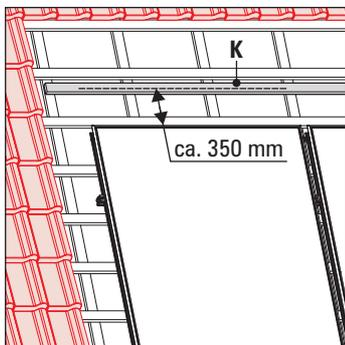

Fig. 3-42 Fase di lavoro 1
1. Montare il secondo listello ausiliario (K) a distanza di 350 mm dal bordo superiore del collettore (fig. 3-42).